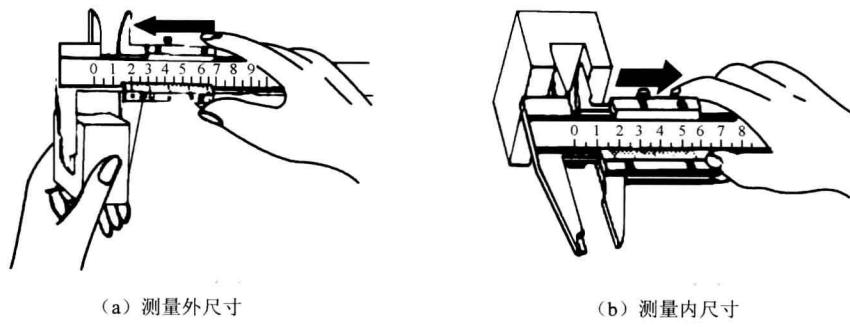

图 1-15 游标卡尺测量操作方法
(2) 游标卡尺的使用方法
① 检查零位。两测量面清洁后, 将侧面推合, 检查尺身和游标的零位线是否上下对齐, 如果有偏差就说明游标卡尺的测量面磨损, 使用这种游标卡尺去测量工件时误差较大, 应修复后再使用。
② 测量操作方法。测量长度、槽宽、槽深的操作方法, 如图 1-15 所示。